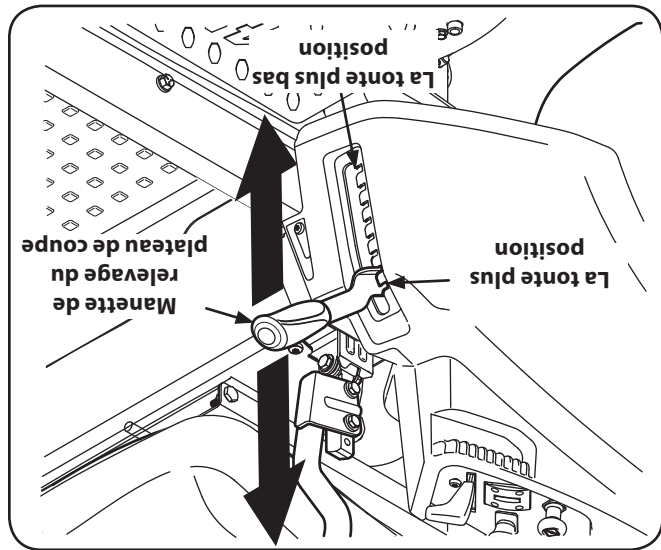

Figure 7-3
1. Placez les manettes de relevage à la position la plus haute. Voir la Figure 7-3.
1. Utilisez la manette de relevage du plateau de coupe pour relever celui-ci à la hauteur qui positionne la courroie horizontalement entre les poulies de tension du plateau de coupe et la poulie de la prise de coupe sur la base du moteur. Voir la Figure 7-3.
5. Abaissez le plateau de coupe au sol avec la manette de relevage du plateau. Voir la Figure 7-3.